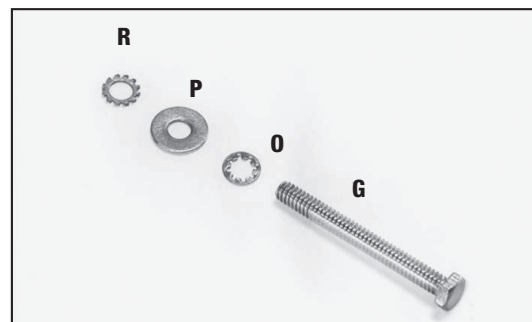

Fig. 10
3. Ubique el tornillo de cabeza hexagonal de 1/4-20x2-1/2" (G), Fig. 10. Coloque la arandela de bloqueo de diente interno de 6,35 mm [1/4"] (O), la arandela plana M6.4 (P) y la arandela de bloqueo de diente externo de 6,35 mm [1/4"] (R) en el tornillo (G).